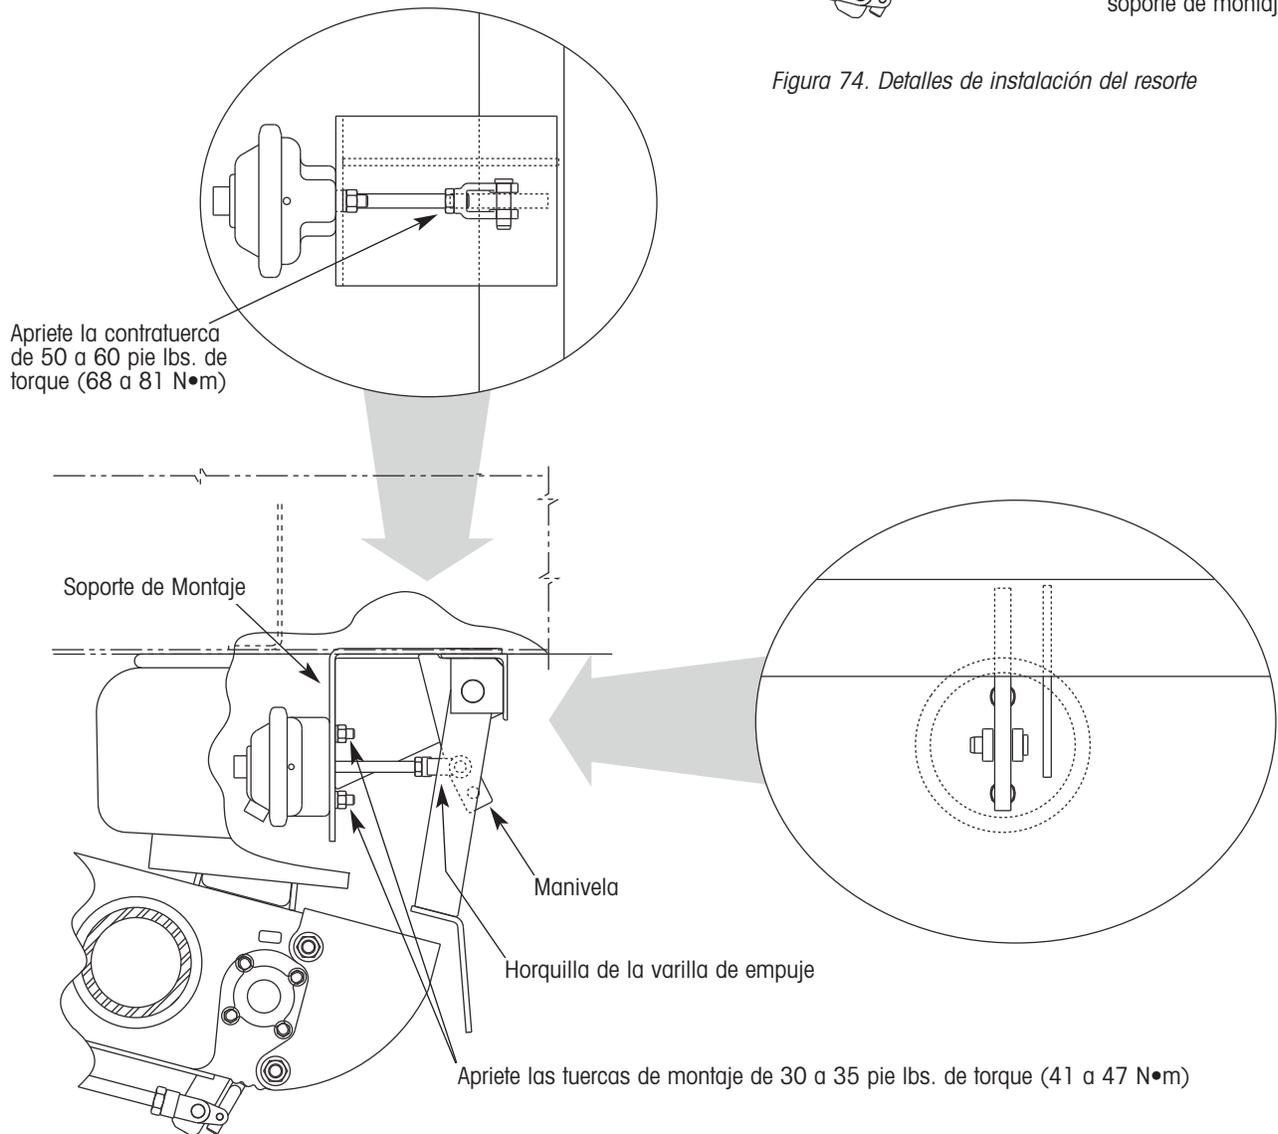

Figura 73. Detalles de instalación del actuador tipo cámara de frenos para INTRAAX® estacionaria
13. Deslice la varilla de empuje de la cámara de frenos a través del soporte de montaje (figura 73). Alinee la horquilla de la varilla de empuje con el agujero superior de la manivela. Inserte el perno de la horquilla a través de la horquilla y la manivela. Asegure el perno de la horquilla con una chaveta.
14. Apriete las tuercas de montaje de la cámara de frenos (figura 73) a un torque de 30 a 35 pie lbs. (41 a 47 N•m). Apriete la contratuerca en la varilla de empuje a un torque de 50 a 60 pie lbs. (68 a 81 N•m).